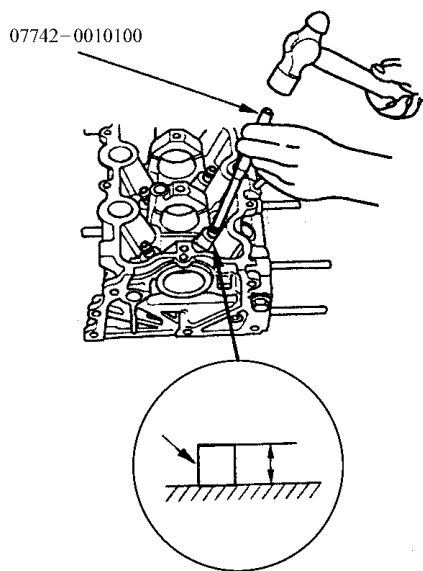

图 2-122 安装气门导管
9) 在新气门导管的外表面，涂上一层薄薄的机油。如图 2-122 所示，从缸盖凸轮轴一侧安装气门导管；借助专用工具，将气门导管敲入到特定的安装高度。如果有 8 根气门导管要安装，那么，可能需要重新加热缸盖。